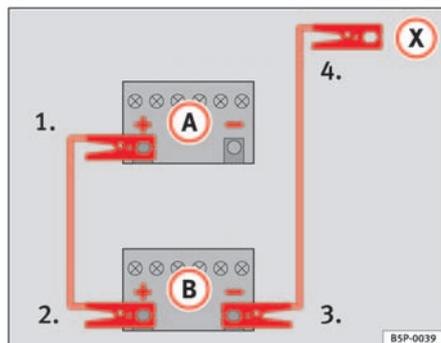

Fig. 194 Schema per il collegamento dei cavi per l'avviamento di emergenza
Nella ⇒ fig. 194 **A** indica la batteria scarica, e **B** la batteria carica.
- 1. Collegare un'estremità del cavo rosso al polo positivo ⇒ fig. 194 (+) del veicolo con la batteria scarica ⇒ ⚠.
- 4. Collegare l'altra estremità del cavo nero (X) al monoblocco del motore del veicolo con la batteria scarica oppure ad un elemento metallico massiccio annesso al monoblocco e comunque non nelle immediate vicinanze della batteria ⇒ ⚠.